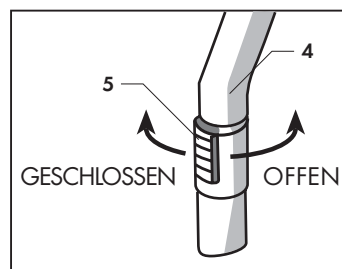

Abb. 9
Dieses Zubehörteil ist mit einem Ring (5) ausgestattet, durch den die Saugkraft geregelt werden kann (Abb. 9).